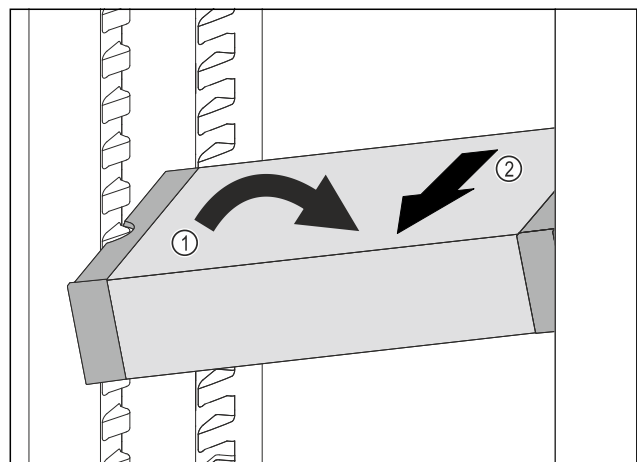

Fig. 97
- ▶ Incliner le VarioSafe dans la partie réfrigérateur. Fig. 97 (1)
- ▶ Sortir le tiroir VarioSafe par l'avant. Fig. 97 (2)